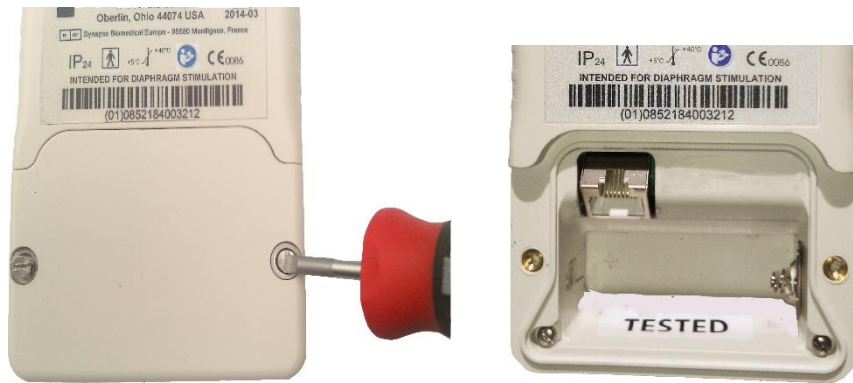

Figura 3.
1. Cuando reciba el kit del paciente, instale la batería principal en el GPE NeuRx. Esto permitirá que el GPE NeuRx se encienda (ON) y cargue la batería secundaria. Para evitar la descarga prematura de las baterías principal y secundaria, mantenga la batería principal instalada cuando no esté en uso.
3. Utilice el destornillador de hoja plana proporcionado para aflojar los tornillos en la parte posterior e inferior del GPE NeuRx y retire la tapa de la batería. (Figura 3).